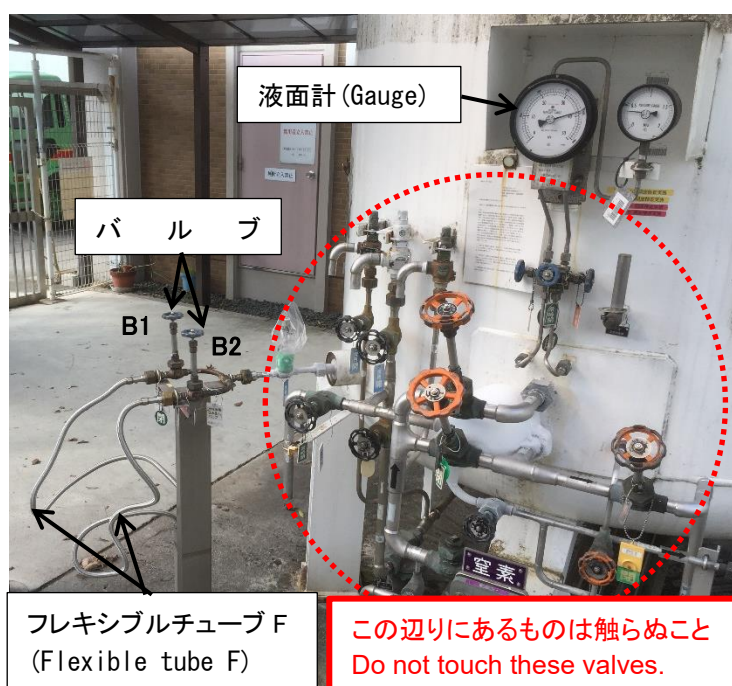

Fig. 18. 液体窒素汲出し場所
4. 汲み出しには, 貯槽(Fig. 18)に付けてある(左端に位置)汲み出し用金属製フレキシブルチューブ F を使う。フレキシブルチューブは先端を汲み入れの容器の底近くに挿入する。